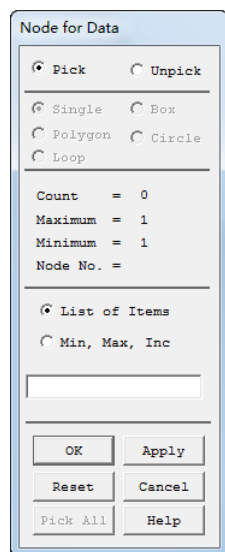
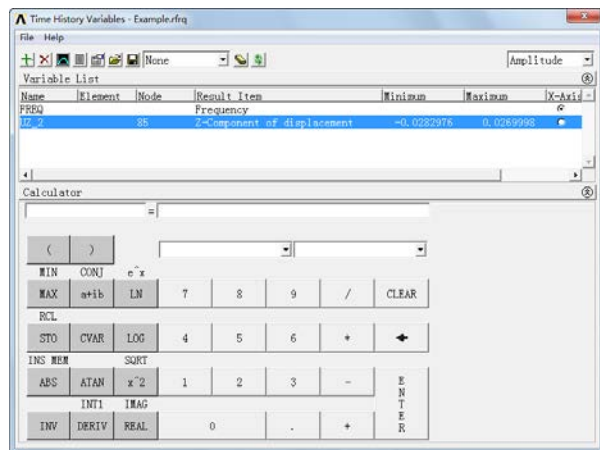

图 13-77 Node for Data 拾取菜单
图 13-78 “Time History Variables” 对话框(2)
④弹出“Node for Data”拾取菜单，如图 13-77 所示，在拾取菜单的空白处输入 85，单击“OK”按钮。返回到“Time History Variables”对话框，不过此时变量列表里面多了一项“UZ_2”变量，如图 13-78 所示。